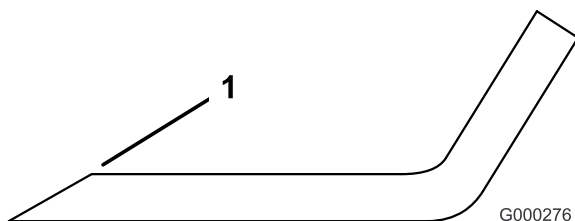

Bild 21
1. Schärfen Sie die Schnittkanten an beiden Enden des Messers (Bild 21). Behalten Sie den ursprünglichen Winkel bei. Das Schnittmesser behält seine Auswuchtung bei, wenn von beiden Schnittkanten die gleiche Materialmenge entfernt wird.